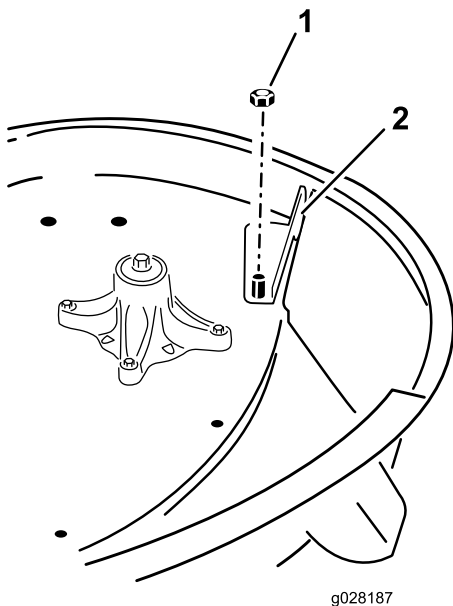

Bild 1
4. Nehmen Sie die Sicherungsmutter (3/8") ab, mit der die Befestigungsstange des Auswurfkanals am Mähwerk befestigt ist (Bild 1).
5. Wenn das Mähwerk ein Versatzablenkblech hat, muss es entfernt werden (Bild 1). Bewahren Sie die Teile auf, um später wieder zum Seitenauswurf umzurüsten.